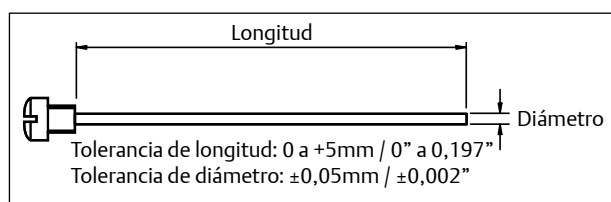

Fig. 6 Dimensiones de SAFEKEY
(con los pistones moviéndose hacia adentro, véase la Fig. 6).
- Pase la biela retractora HYTORK debida a través del casquete (Fig. 6) y atorníllela
- **Para XL 26 a XL681 en los pistones (20)**
- Una vez que se hayan colocado los casquetes y las SAFEKEYS se hayan ajustado debidamente, extraiga las bielas retractoras HYTORK y vuelva a colocar los pernos de obturación (28) y las juntas (29).